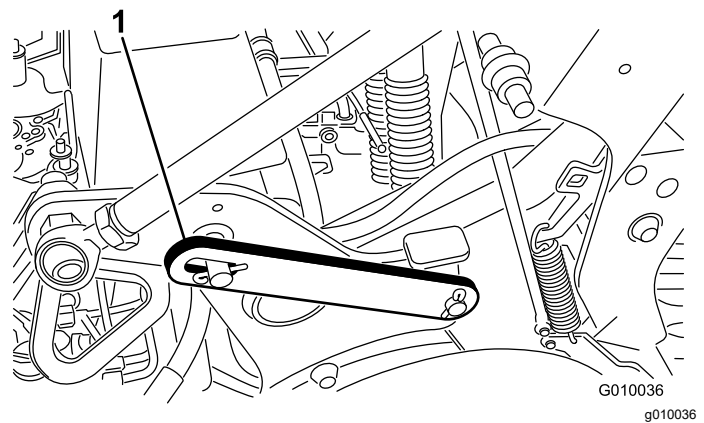

Figura 18
3. Retire el anillo de retención que sujeta el cerrojo de mantenimiento en la posición de almacenamiento (Figura 18).